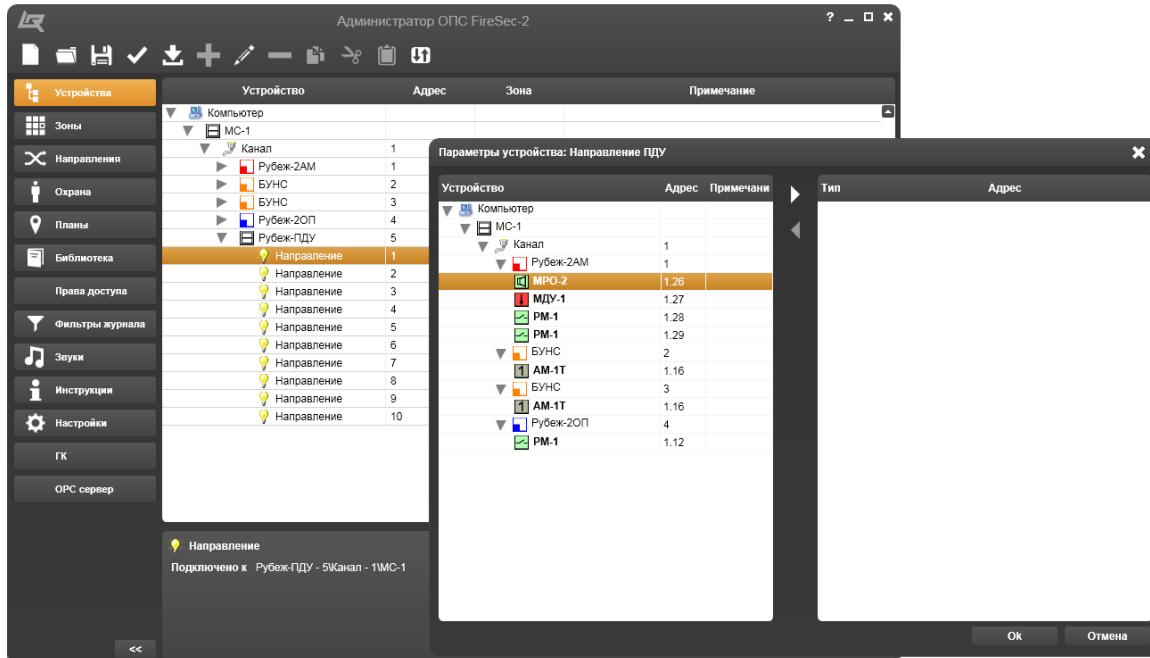

Рисунок 14.3.4 – Окно Параметры устройства: Направление ПДУ
**Пульт дистанционного управления (Рубеж-ПДУ)** подключается к устройству **Канал**. Если щелкнуть на треугольнике перед устройством **Рубеж-ПДУ**, раскроются десять строк направлений, подключенные к прибору Рубеж-ПДУ. При выделении какой-либо строки **Направление** становится активной кнопка **Редактировать** на панели инструментов. Если щелкнуть на ней или выбрать функцию **Свойства** в контекстном меню, вызываемым щелчком вспомогательной клавиши компьютерной мыши, откроется окно **Параметры устройства: Направление ПДУ** (Рисунок 14.3.4).